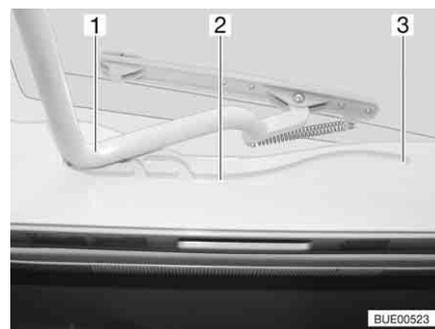

Bild 89 Heki-Dachhaube, Führung
- Den Bügel (Bild 89,1) in den Führungen (Bild 89,2) bis in die hinterste Position (Bild 89,3) ziehen.
- Den Bügel (Bild 89,1) mit beiden Händen leicht nach oben drücken.
- Den Bügel in den Führungen (Bild 89,2) bis zur gewünschten Stellung ziehen.